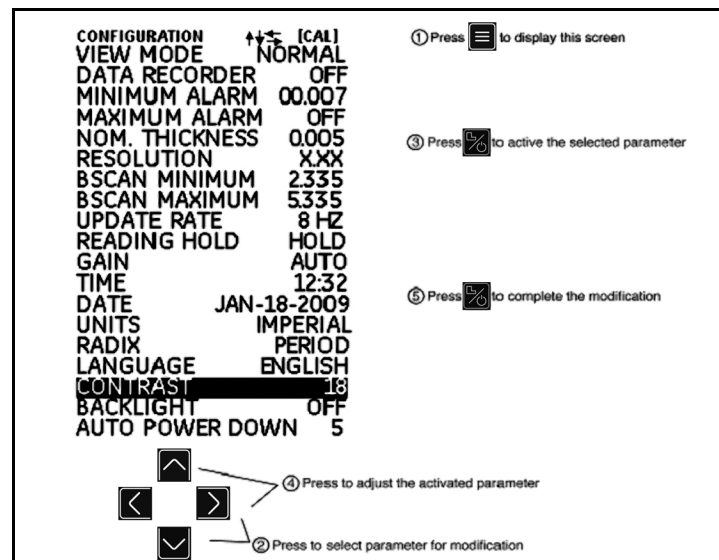

Figure 9 : Le menu Configuration
Avant d'utiliser le DM5E, il faut programmer les paramètres listés à la page suivante dans l'écran d'affichage *Configuration* (voir Figure 9) comme suit :
1. Appuyez sur  pour accéder à l'écran *Configuration* (voir *Figure 9 à la page 21*).
1. Appuyez sur  pour accéder à l'écran *Configuration* (voir Figure 9 à la page 21).